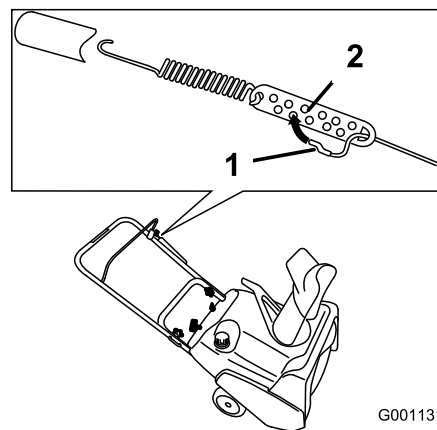

Figure 22
2. Accrochez le raccord en Z à un trou plus haut ou plus bas sur la biellette de réglage de manière à obtenir un écart de 2 à 3 mm entre la barre de commande et le guidon (Figure 22).